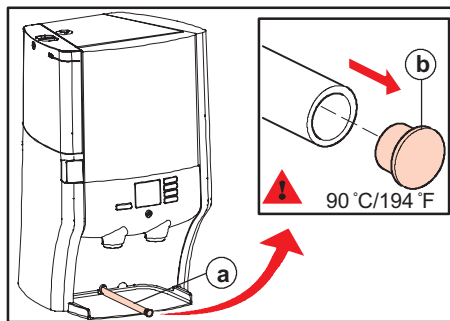
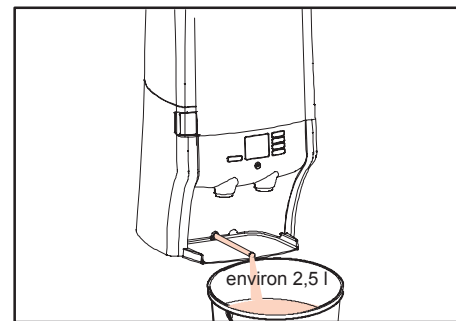

Fig. 22 Tuyau de vidange
Fig. 23 Vidange
5. À l'aide du tuyau de vidange, vidangez toute l'eau contenue dans le distributeur (fig. 22 a) :
- b. Tirez le tuyau de vidange sur une longueur d'environ 30 cm depuis la paroi arrière (fig. 22 a).
- d. Placez un récipient d'une contenance de 2,5 litres au moins sous le tuyau de vidange (fig. 23).
- e. Enlevez le bouchon (fig. 22 b) du tuyau de vidange et recueillez l'eau dans le récipient (fig. 23).